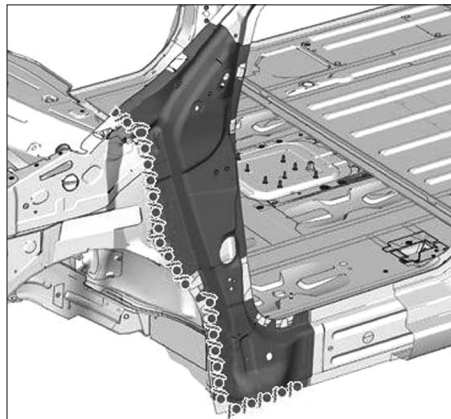

FIG. 55
- Appliquer une couche d'impression phosphatante sur la zone mise à nu (Fig.55).